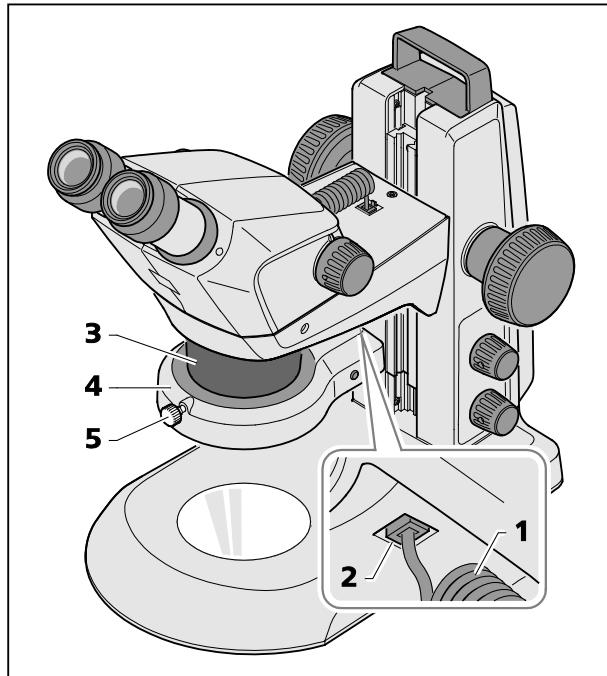
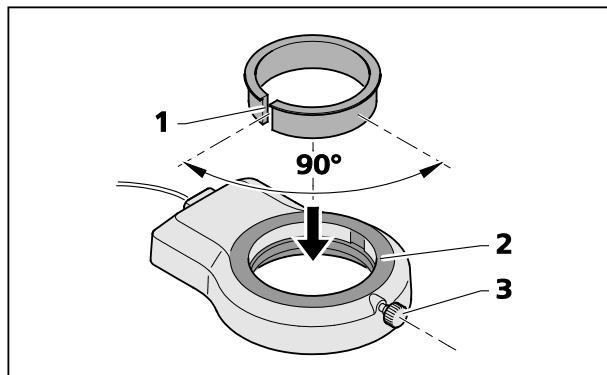

Fig. 13 Montare la lampada anulare sul corpo di microscopio
Fig. 14 Montare la lampada sul modulo ottico addizionale 3
- Inserire il cavo di allacciamento (Fig. 13/1) della lampada anulare (Fig. 13/4) nella presa inferiore (Fig. 13/2) del supporto dello Stemi e nella presa della lampada anulare.
- Inserire la lampada anulare dal basso verso l'alto nel corpo di microscopio (Fig. 13/3) e fissarla mediante la vite a testa zingrinata (Fig. 13/5).
- Inserire, dall'alto, nella lampada anulare (Fig. 14/2) l'anello adattatore a fessura, (Fig. 14/1), consegnato in allegato con il modulo ottico addizionale
- Spingere verso l'alto la lampada con adattatore sul modulo ottico addizionale e fissarla mediante la vite di arresto (Fig. 14/3) (analogamente a Fig. 13).
Il miglior serraggio si ottiene se la fessura (Fig. 14/1) dell'adattatore è sistemata in maniera spostata di circa 90° rispetto alla vite di arresto (Fig. 14/3) della lampada anulare.